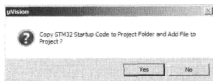

图 4.4.13 是否添加启动代码
c) 选择好器件型号之后单选 OK, 弹出如图 4.4.13 的对话框。此处询问需不需要给工程添加 STM32 的启动代码(Startup Code), 记得此处单击 No。